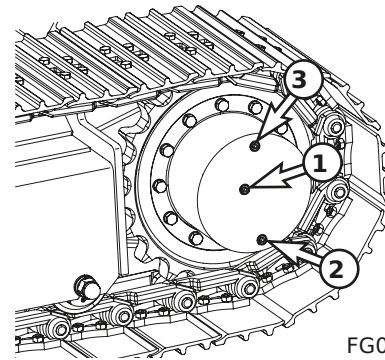

Figura 64
2. Gire la oruga hasta que las tomas (del 1 al 3, Figura 64) estén en sus posiciones propias como se muestra.
3. Coloque un recipiente bajo el tapón de drenaje (2, Figura 64) y quite los tapones (1 al 3) para drenar el aceite del engranaje de reducción de marcha.
4. Instale el tapón de drenaje tapón (2, Figura 64). Reabastezca el tren de rodaje / la marcha la caja del engranaje de reducción con fluido a través del puerto de llenado (3) hasta que el nivel de fluido esté en el puerto (1). Instale el tapón de nivel (1) y el tapón de llenado (3).